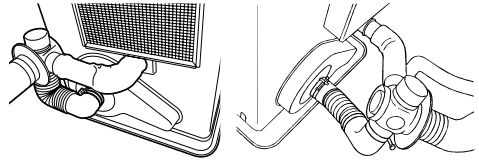

Figura 10
5. Lleve la estufa a su posición. Conecte el codo de unión del tubo de escape en ángulo recto en la abertura de salida de escape y acople el codo de unión del tubo de escape en ángulo recto en la abertura de entrada. Asegúrese de que todas las conexiones estén firmes (ver Figura 10).